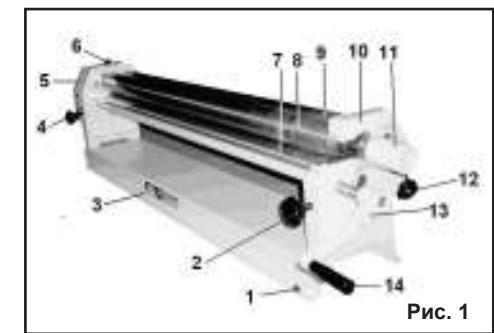

Рис. 1
## 5. УСТРОЙСТВО (Рис.1)
## 7. МОНТАЖ (Рис.1)
Как показано на Рис. 1 ручку (13) переустановите рукояткой (14) наружу, положение закре-